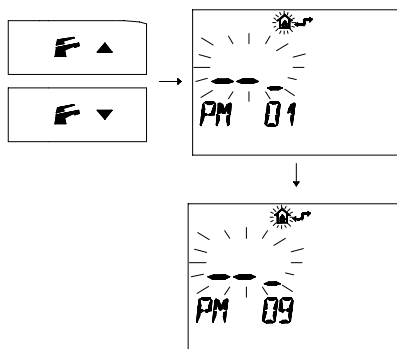

Figura 9.16
- Premere i pulsanti **F** ∇ o **F** \blacktriangle per visualizzare la programmazione "**PM09**" modo spazzacamino (Figura 9.16)